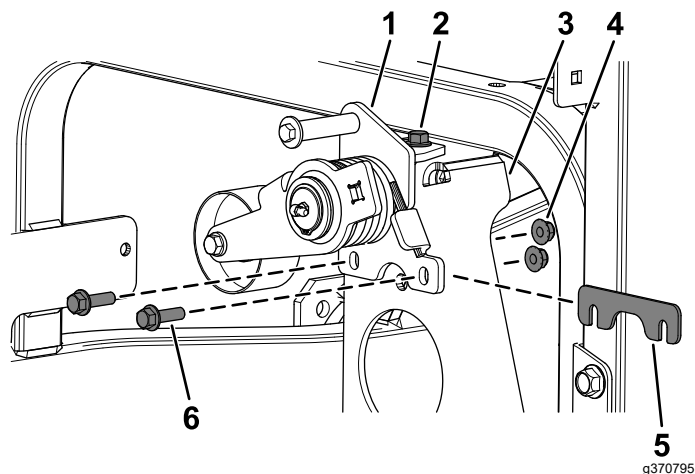

Figur 2
3. Lossa flänsskruven ($\frac{3}{8} \times 1$ tum) som fäster den övre delen av mellandrevet på pumpmonteringsfästet (Figur 2).
4. Ta bort de befintliga två skruvarna och de två muttrarna som fäster mellandrevets nedre del på pumpmonteringsfästet (Figur 2).